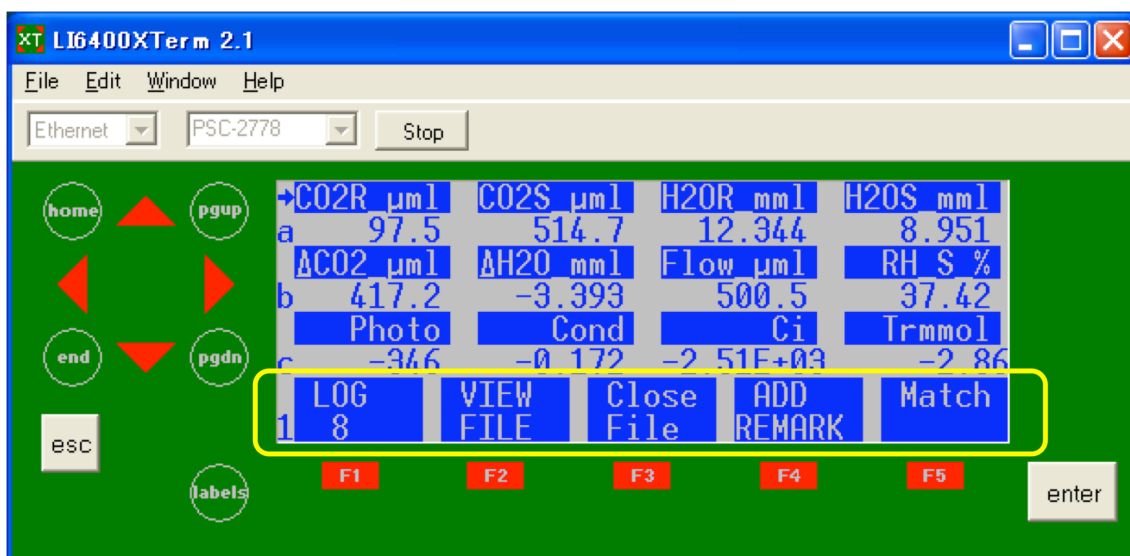

図 17 LI6400XTerm 2.1 画面 (黄枠内左の数字が 1 になるように)
1) 1 キーを入力し、図 17 の画面にする。その後 F3 キーを入力する。